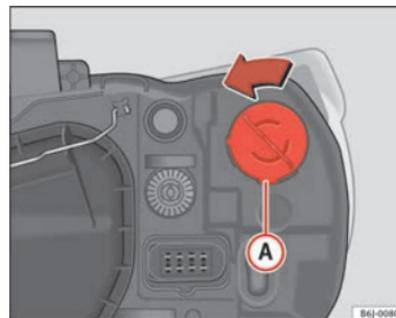

Abb. 141 Blinker bei Einfachscheinwerfer
- Drehen Sie den Lampenträger ⇒ Abb. 141 Ⓐ nach links und ziehen Sie daran.